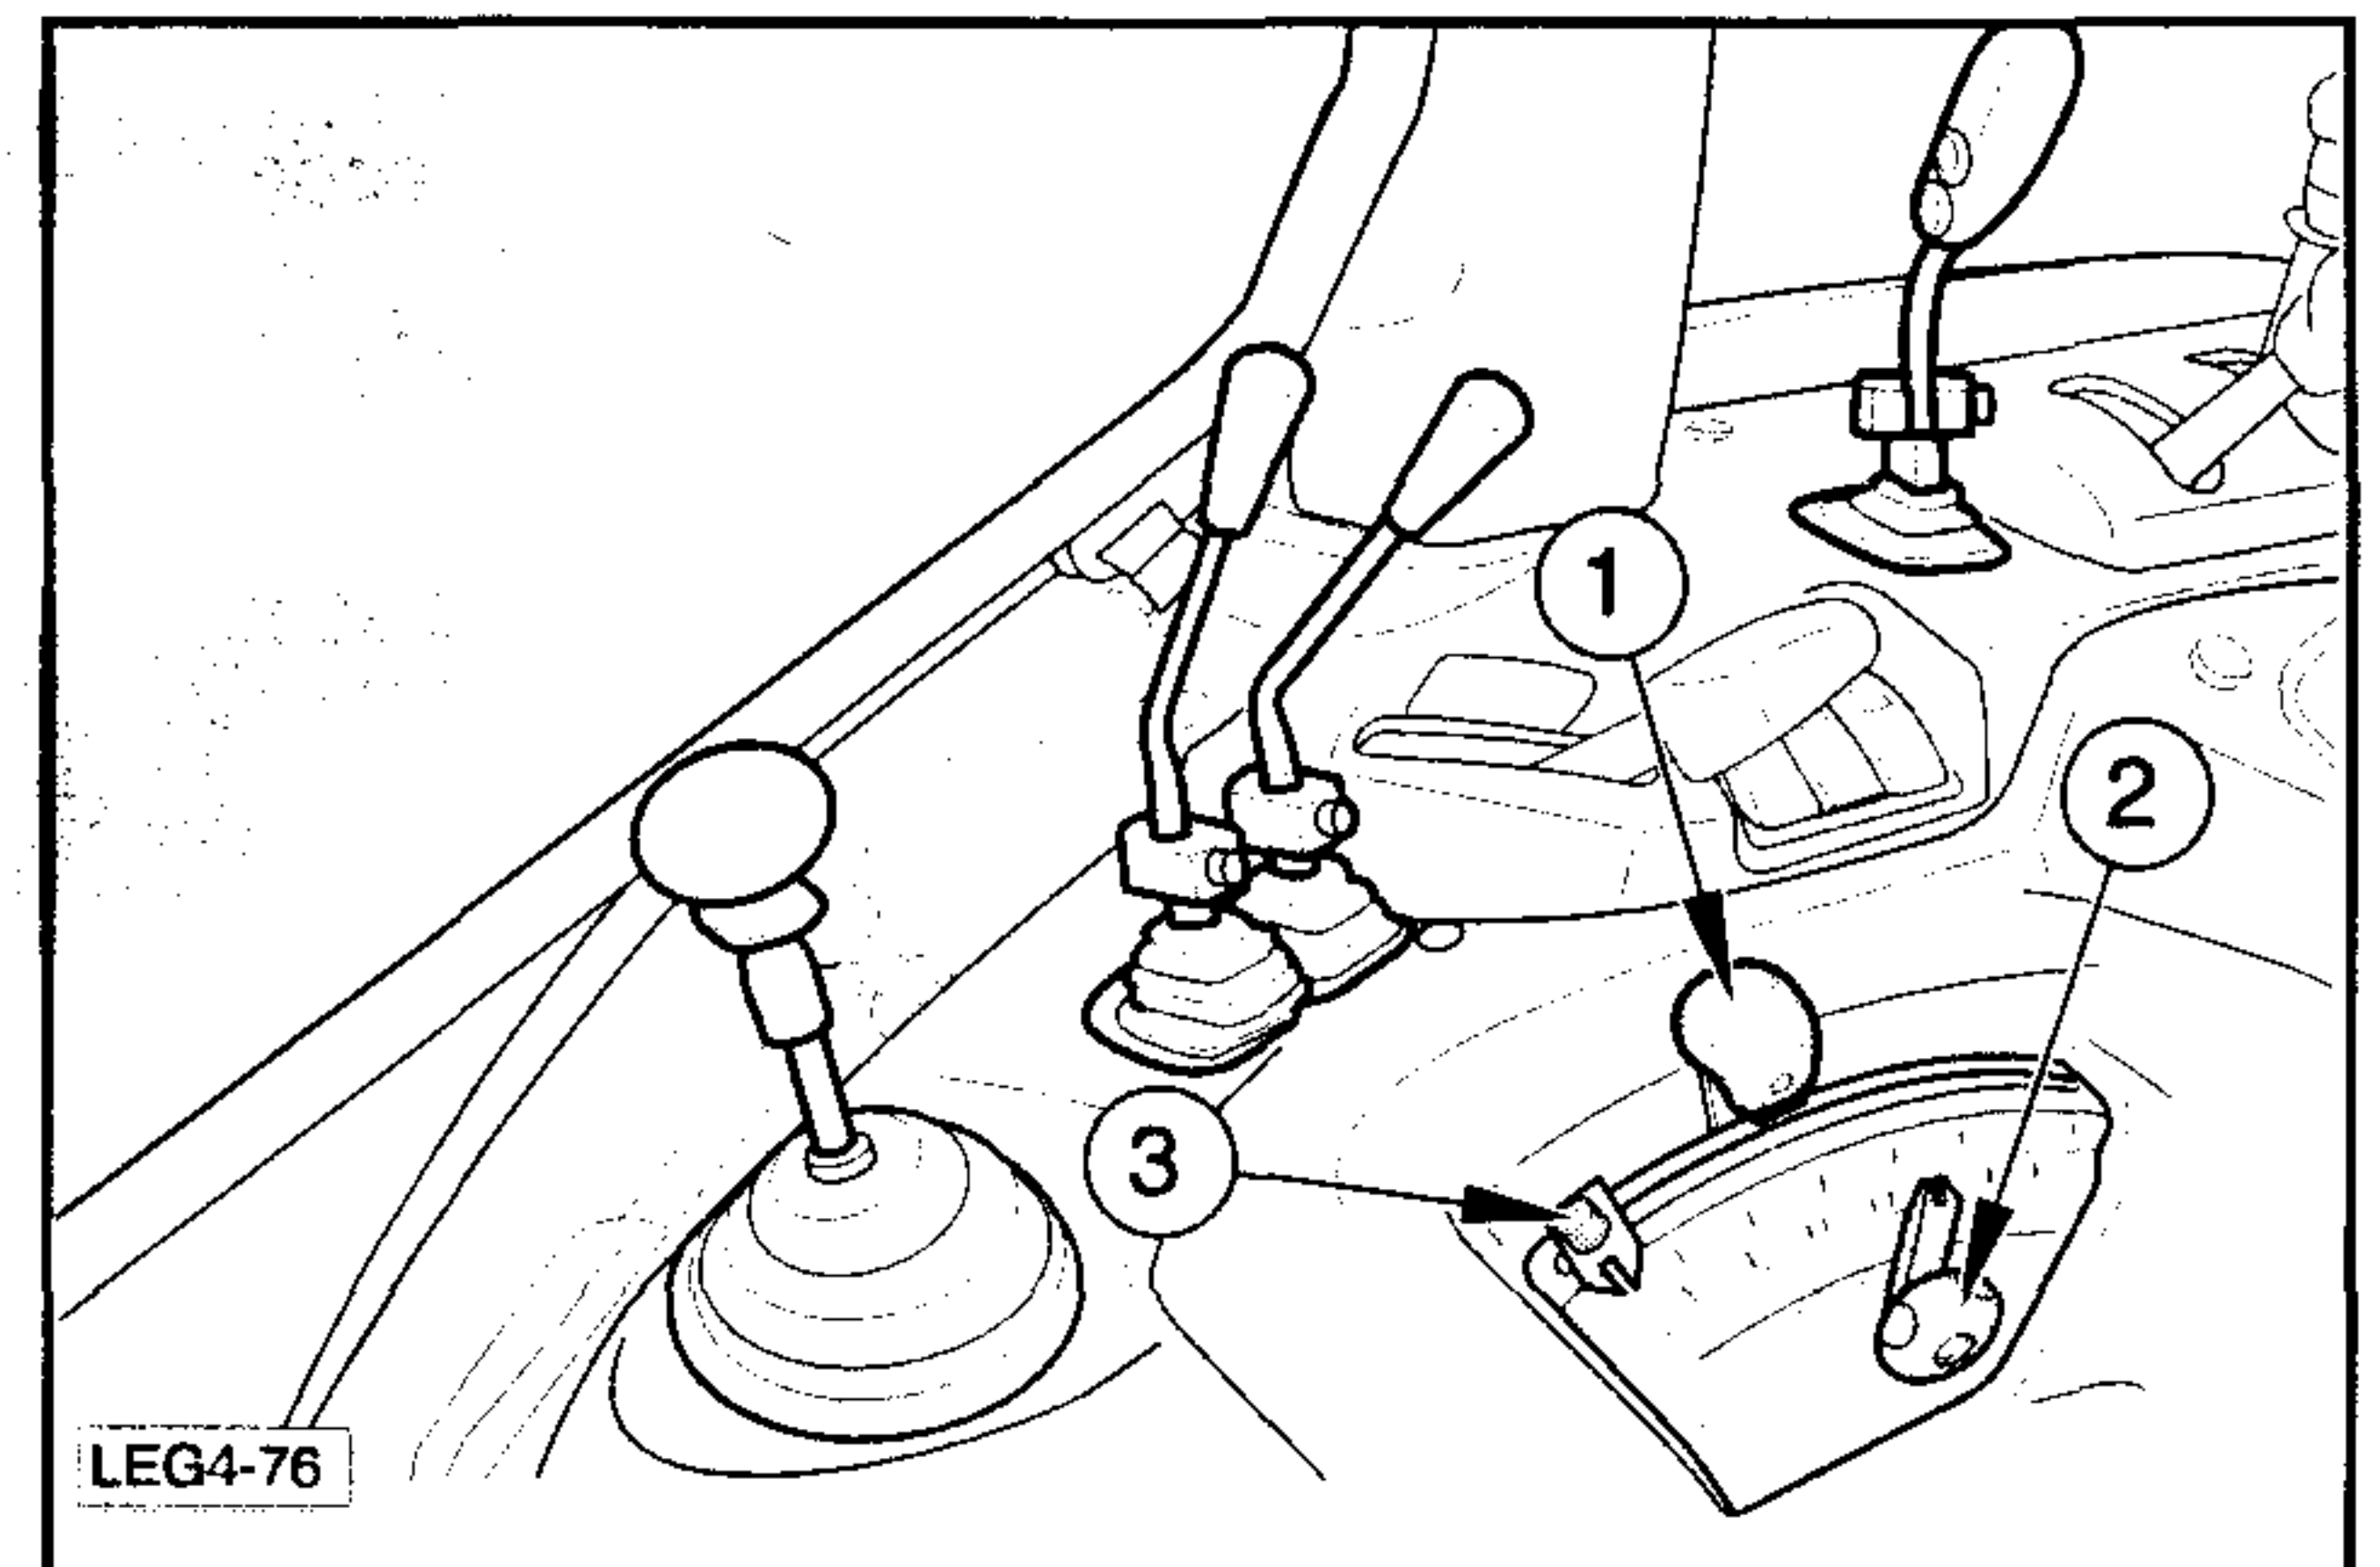

Fig.4-83
Para bajar el equipo, pulsar a fondo el botón (2) hasta que se bloquea; los brazos del elevador descenderán hasta el límite definido precedentemente con la palanca de mando (1) Fig. 4-83.
Uso de los mandos en posición controlada (Fig. 4-83)